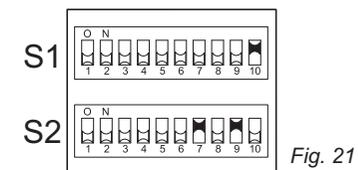
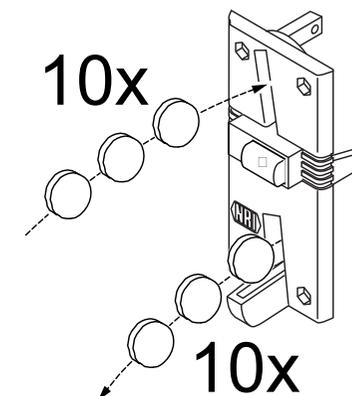

Fig. 21
Fig. 22
1. Positionner les commutateurs-DIL suivants du bloc commutateur S2 vers le haut sur ON (fig. 21).
- b) positionnez ensuite S2-7 pièce canal 6 (TM) sur ON
2. Introduire au moins 10x un jeton (Fig. 22). (pas 10x le même jeton). Après introduction des 10 pièces, tirez complètement une fois sur l'annulation de blocage (interne).